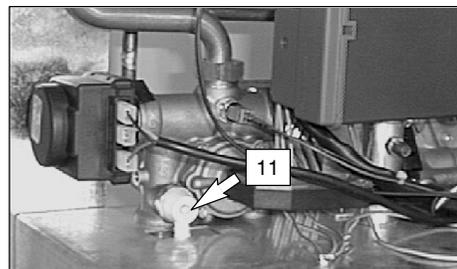

fig. 7.3
- 2 Allentare i rubinetti di svuotamento caldaia (11 in fig. 7.3).